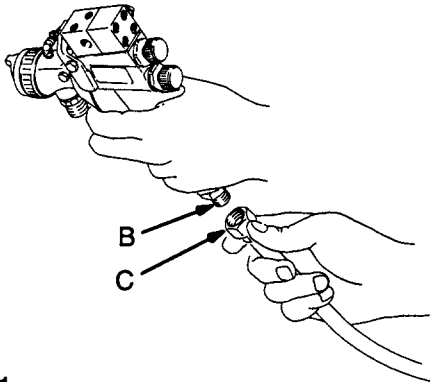

Fig. 1
- A. Conectar la manguera de aire (C) en la entrada de aire de la pistola de 1/4 npsm (B). Ver Fig. 1.